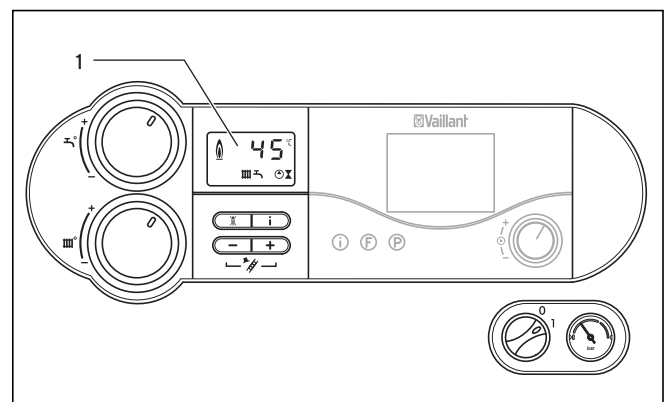

Fig. 4.3 Écran du système DIA
Durant le fonctionnement normal de la chaudière, la température actuelle de départ du chauffage est affichée sur l'écran (1) du système DIA (45°C dans l'exemple de la fig. 4.3). En présence d'anomalies, l'affichage de la température est remplacé par le code erreur correspondant.